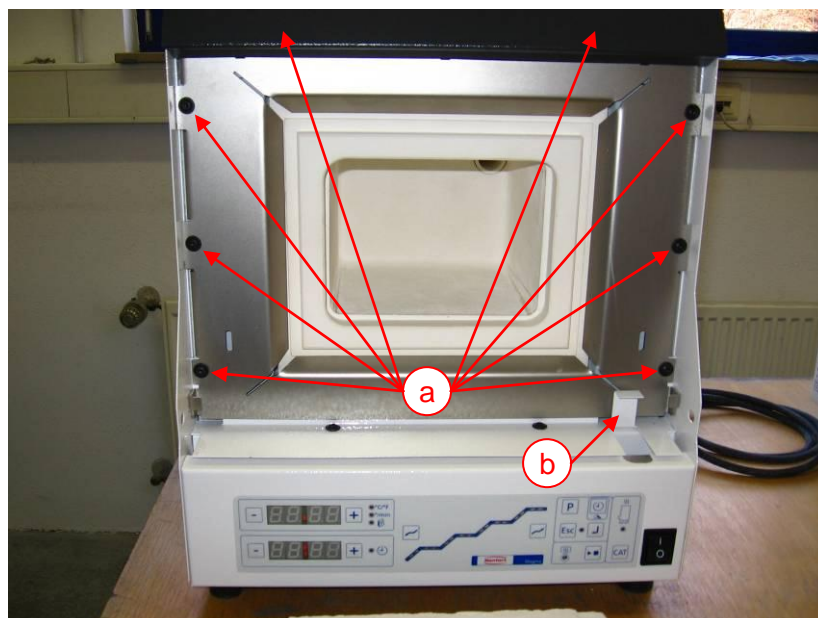

Abb. 14 – Frontplatte und Ofenmaul
- Die 8 Befestigungsschrauben der Frontblende (Abb. 14 a) lösen und diese leicht nach vorne ziehen.
Achtung: Blende muss hinter kleinen weißen Bügel Abb. 14 b) eingesetzt werden.